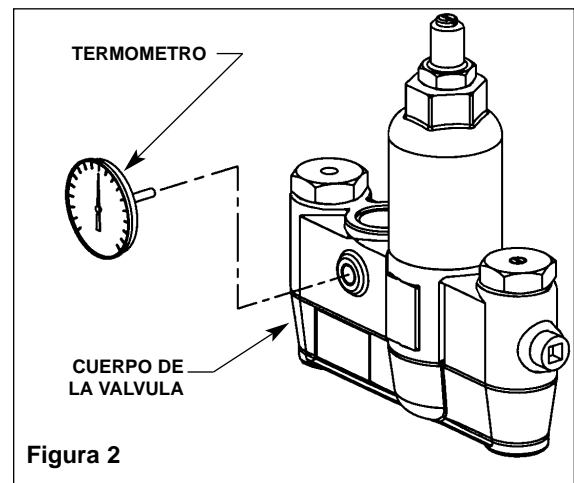

Figura 2
3. Atornille el termómetro en el orificio del cuerpo de la válvula (vea Figura 2). El termómetro suministra una lectura de la temperatura de salida del agua.